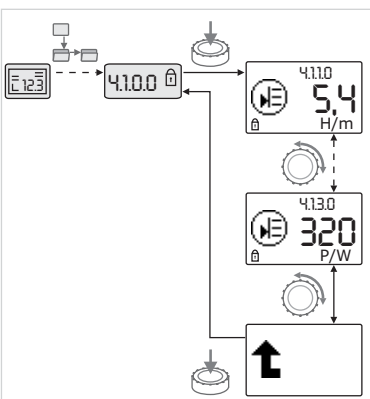

fig.34: Richiamo di informazioni
• Ruotando il pulsante bianco selezionare gli elementi di menu del tipo "Informazioni" dell'attuale sottomenu (vedi fig. 34). Per la spiegazione delle impostazioni rappresentate da simboli vedi tabella nel capitolo 8.7 "Riferimento elementi di menu" a pagina 130".